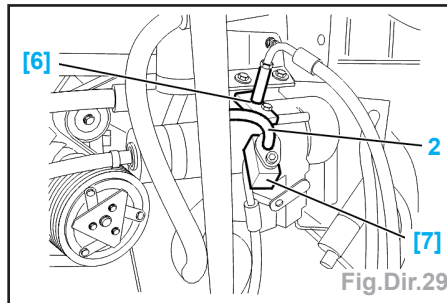

Fig.Dir.29
- Écarter le tuyau haute pression (2) (Fig. Dir.29).